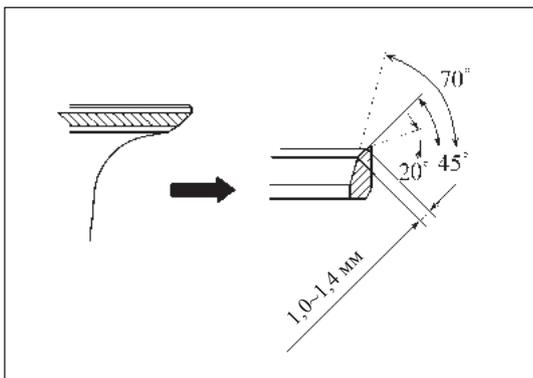

Рис. 12-3-20. Притирка седла клапана
- » Исправить седло клапана путем обработки инструментами под углами 20° и 70° , как изображено на рис. 12-3-20.